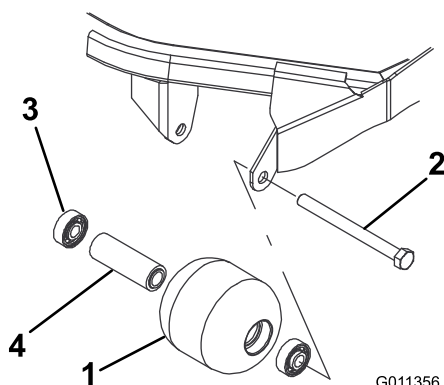

Figura 63
1. Rimuovete il bullone di montaggio del rullo (Figura 63).
4. Verificate la presenza di eventuali danni sull'alloggiamento, sui cuscinetti e sul distanziale del cuscinetto del rullo (Figura 63). Sostituite tutti i componenti danneggiati e procedete con il loro montaggio.
1. Montate il primo cuscinetto premendolo nell'alloggiamento all'interno del rullo (Figura 63). Premete soltanto sulla pista esterna o, in misura uguale, sulla pista interna ed esterna.
2. Inserite il distanziale (Figura 63).
3. Montate il secondo cuscinetto premendolo nell'alloggiamento all'interno del rullo (Figura 63). Premete in misura uguale sulla pista interna ed esterna, fino a quando la pista interna non tocca il distanziale.